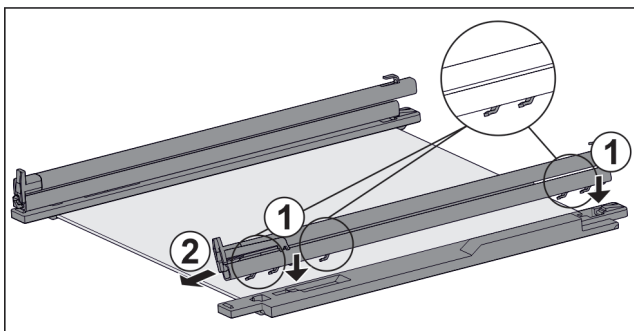

Fig. 59 Sklenená doska s koľajničkami a prídržnými dielmi
- ▶ Nasad'te háky koľajničky na otvory **ľavého** prídržného dielu. Fig. 59 (1)
- ▶ Potiahnite koľajničku dopredu. Fig. 59 (2)
- ▶ Nasad'te háky koľajničky na otvory **pravého** prídržného dielu. Fig. 59 (1)